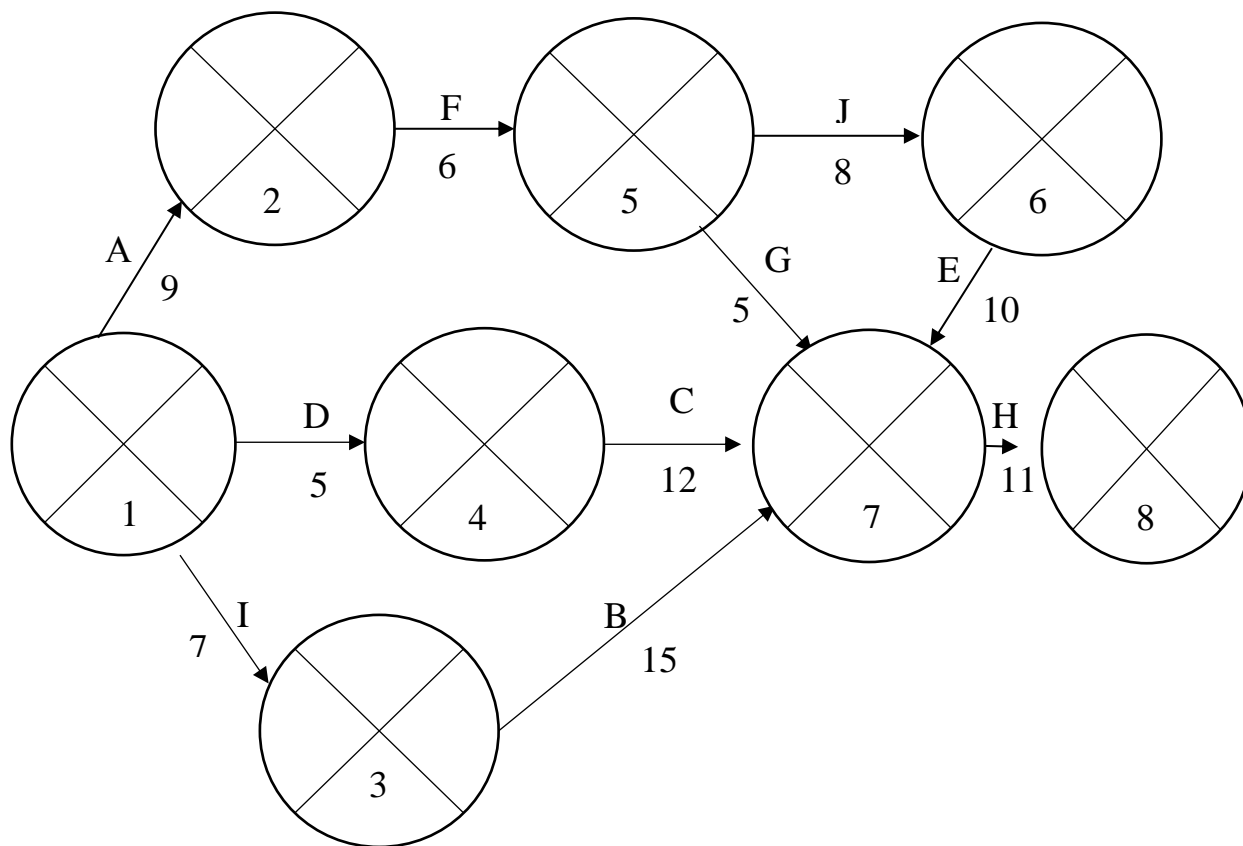

Рис. 5.25. 2-й шаг построения сетевой модели
2) Пронумеруем события, учитывая, что стрелка должна быть всегда направлена от события с меньшим номером к событию с большим номером (рис. 5.25).